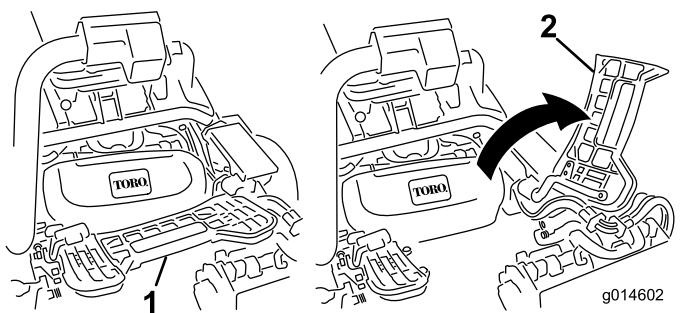

Figura 61
- Levante el reposapiés y gírelo hacia arriba, para tener acceso a la posición de la unidad de corte central (Figura 61).